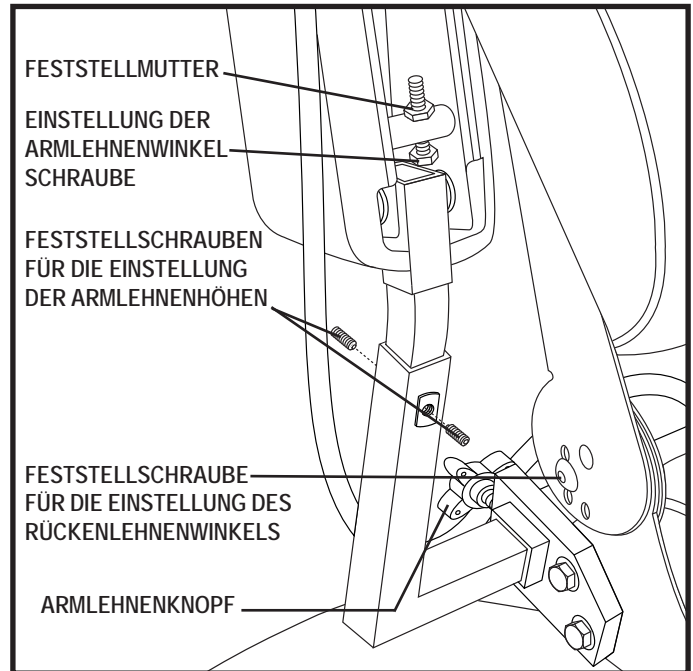

Abb. 13. Einstellung der Rücken-/Armlehnen
1. Entfernen Sie die Einstellschrauben von allen Sitzangeln. **Siehe Abb. 13.**
1. Finden Sie die beiden Knöpfe an den Seiten der Halterung des Armlehnengriffstücks. **Siehe Abb. 13.**
1. Lockern Sie die beiden Feststellschrauben, die sich auf dem Griffstück der Armlehnen befinden. **Siehe Abb. 13.**